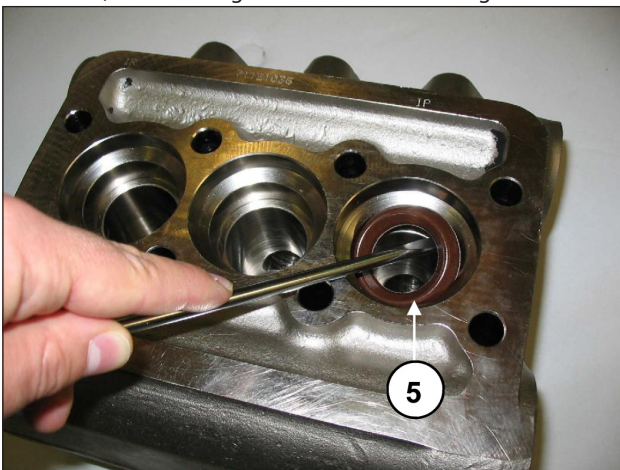

Abb. 21
C) Ziehen Sie mithilfe einfacher Werkzeuge die HD-Dichtungen vom Kopf ab und die ND-Dichtungen aus ihrer Halterung heraus (siehe Abb. 21, Pos. ⑤); achten Sie darauf, die Dichtungssitze nicht zu beschädigen.